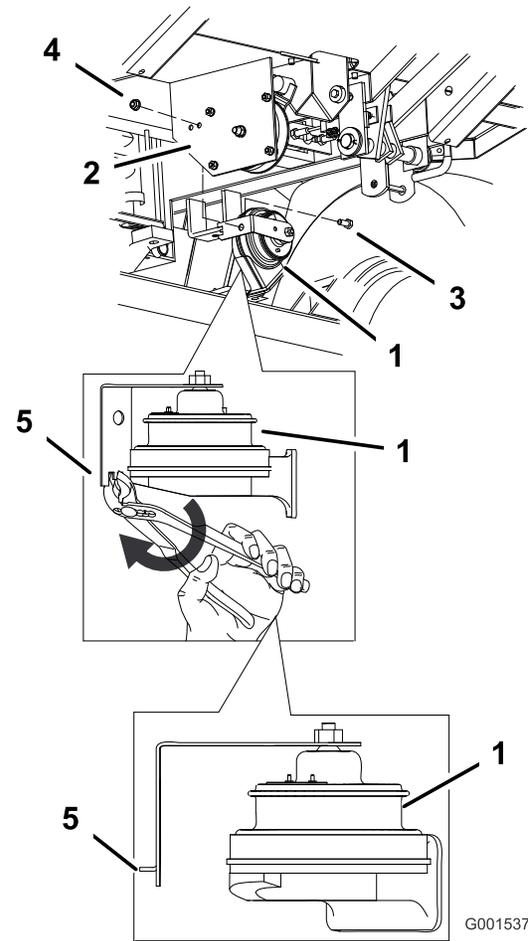

Figure 4
- Pliez la languette centrale au bout du support à 90 degrés (Figure 4).
- Placez la languette pliée dans le trou arrière que vous avez percé. Fixez l'avertisseur sonore à la plaque d'embrayage avec un boulon (5/16 x 3/4") et un écrou à embase (5/16") (Figure 4).